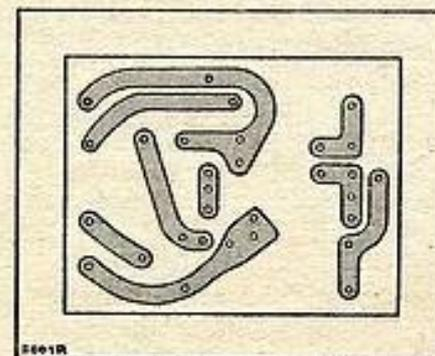

Fig. 24
La gravure étant réalisée d'après les conseils donnés dans l'étude précédente, nous nous bornerons simplement à rappeler qu'il faut travailler sur une feuille de cuivre propre pour obtenir une bonne adhérence de la couche protectrice. Le dessin pour le traçage est celui de la figure 24 (1).